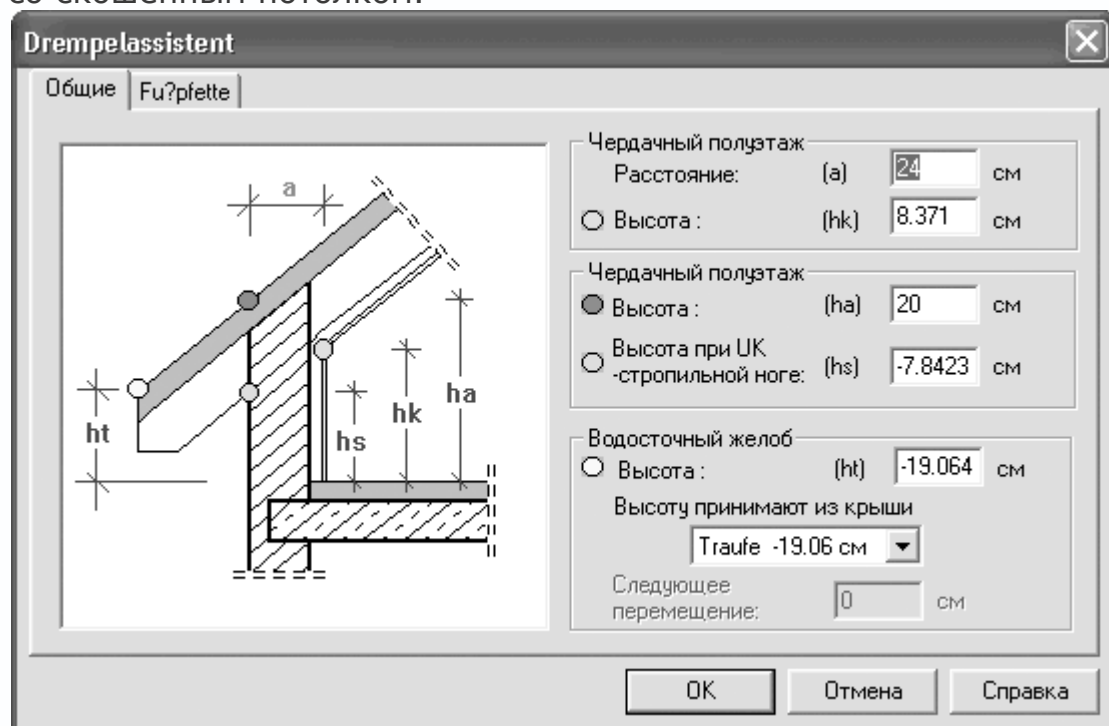

Рис. 1.97. Окно настроек чердачного полуэтажа
Кнопка Ассистент вызывает окно Drempeassistant (Мастер чердачного полуэтажа) (рис. 1.97). Оно содержит важные настройки, которые позволяют создавать под крышей комнаты со скошенным потолком.
5. На вкладке Сторона крыши оставьте настройки без изменений. Нажмите кнопку Ассистент. В появившемся окне (см. рис. 1.97) в поле Высота (hk) в области Чердачный полуэтаж введите значение 60 (в противном случае создаваемая крыша размесится почти на уровне пола чердачного полуэтажа, в результате чего окна верхнего жилого этажа будут